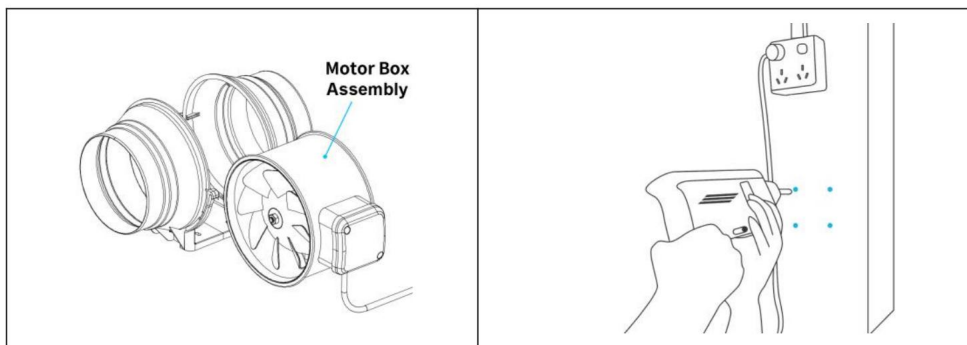

Abb.4.
4. Bohren Sie vier Löcher an den markierten Stellen. Stellen Sie sicher, dass Ihr Montagebereich strukturell stabil und frei von Hindernissen ist. Siehe (Abb. 4).